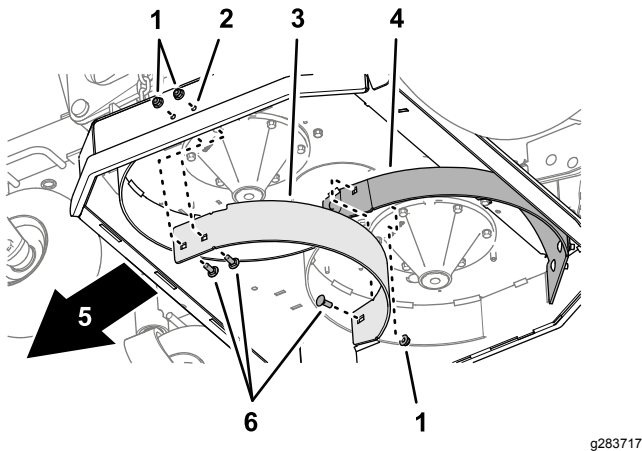

Figura 11
1. Retire los 3 pernos de cuello cuadrado ($\frac{3}{8}$ " x 1") y las 3 contratuercas con arandela prensada ($\frac{3}{8}$ ") que sujetan el deflector izquierdo al lateral de la carcasa y al deflector derecho, y retire el deflector izquierdo (Figura 11).